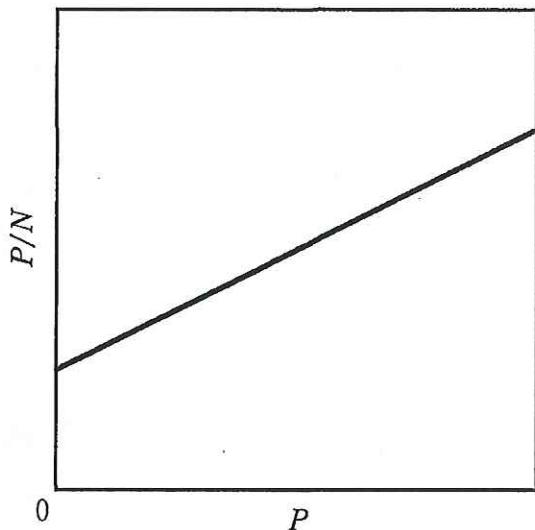

図1 P/N と P の関係
(3)式について、 P/N を P の関数と考えると図1のような直線関係が得られる。